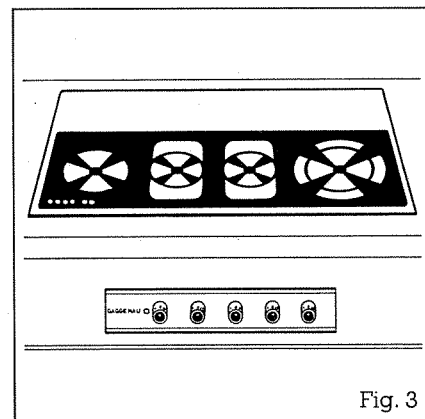

Fig. 3
2. El panel de mando ha sido previsto para su montaje en la placa frontal del armario inferior (fig. 3).